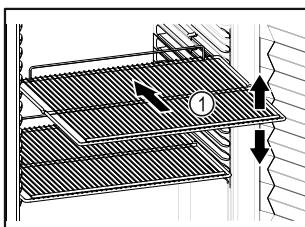

Fig. 65 例图
- 如果存放格栅 Fig. 65 (1)可移动，则根据高度进行调整。